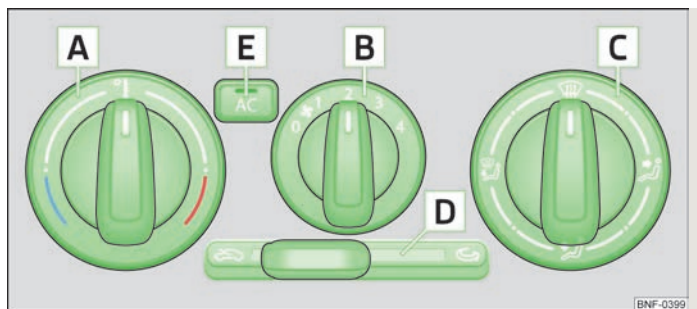

Fig. 59 Aircondition: betjeningselementer
Køleanlægget arbejder kun, hvis der er trykket på knappen **AC** **E** » Fig. 59, og følgende betingelser er opfyldt:
- Drej drejekontakten **A** » Fig. 59 mod højre for at øge temperaturen.
- Drej blæserkontakten **B** » Fig. 59 til en af positionerne 1 til 4 for at tilslutte blæseren.
- Med kontakten til regulering af luftfordelingen **C** » Fig. 59 reguleres luftens retning.
- Hvis du trykker på knappen **AC** **E** » Fig. 59, bliver køleanlægget tilsluttet. Kontrollampen i knappen lyser.
- Kontrollampen i knappen **AC** **E** » Fig. 59 lyser efter tilslutning - også selv om alle betingelserne for køleanlæggets funktion ikke er opfyldt. Dermed signaleres det, at kølefunktionen er klar, når alle betingelser er opfyldt » Side 55.
- Betjeningselementerne **A**, **B**, **C**, **D** og knappen **E** » Fig. 59
- Skub skydekontakten **D** » Fig. 59 til position